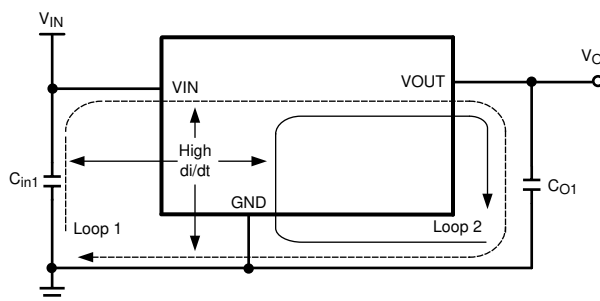

図 7-7. 最小化する重要な電流ループ
EMI 低減の観点から、図 7-7 に示すように、PCB レイアウト中に高 di/dt パスを最小限に抑えることが不可欠です。オーバーラップしない大電流ループには高 di/dt 成分が含まれたため、入力コンデンサ (C_{IN1}) を LMZ22005 から離れた場所に配置した場合に、出力ピンに観測可能な高周波ノイズが発生します。そのため、 C_{IN1} は、LMZ22005 の VIN と PGND の露出パッドにできるだけ近づけて配置します。これにより、高 di/dt の面積が最小化され、放射 EMI が低減されます。入力コンデンサと出力コンデンサのグランド接続はいずれも、PGND 露出パッド (EP) に接続される局所的な最上面プレーンで構成される必要があります。